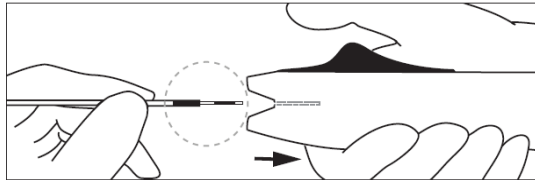

図 4
16. デタッチメントハンドルをゆっくりと慎重に引いてデリバリープッシャーから取り外す。黒色のアライメントゾーンが離れていることを確認した後(図 4)、X 線透視下でデリバリープッシャーをゆっくりと慎重に引き戻し、コイルが離脱されていることを確認する。